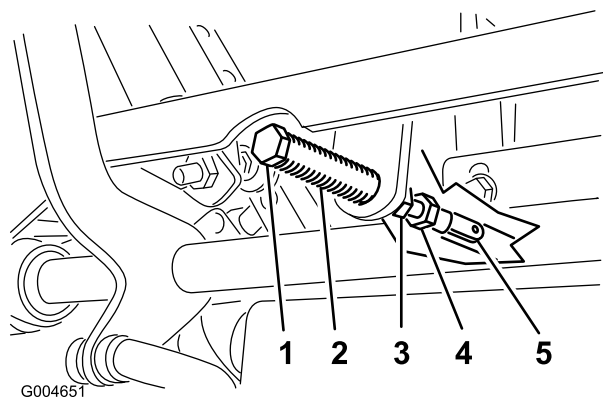

Рисунок 50
- Потяните рычаг назад так, чтобы шплинтуемый штифт (на рычаге над осью поворота) вошел в контакт с концом паза (только начал надавливать на пружину), как показано на Рисунок 50.
- Если требуется регулировка, ослабьте гайку и контргайку, прижимающую рычаг к вилке (Рисунок 50).
- Слегка надавив в направлении назад на рычаг управления движением, поверните головку регулировочного болта в соответствующем направлении так, чтобы рычаг управления расположился по центру в НЕЙТРАЛЬНОМ ФИКСИРОВАННОМ положении (Рисунок 50).
- Затяните гайку и контргайку (Рисунок 50).
10. Затяните контргайки в месте расположения шаровых шарниров (**Рисунок 50**).